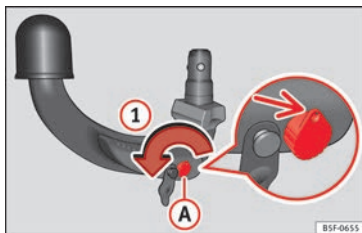

Fig. 179 Étape 1 :
- Tournez la clé dans le sens de la flèche (1) jusqu'à ce que la partie trouée de la clé atteigne sa position supérieure » fig. 179.